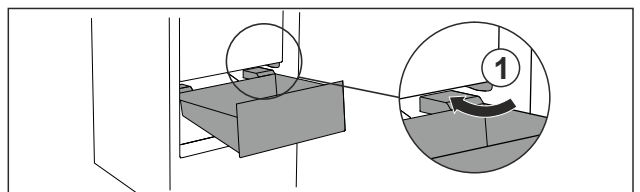

Fig. 78
- ▶ Schubfach schräg um die Stopper Fig. 78 (1) herumführen.